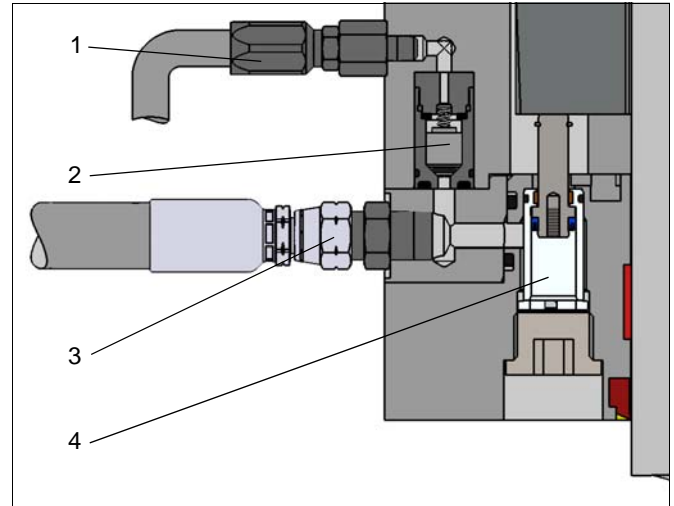

Fig. 4: Dispositivo automatico di sfiato EM MEA-4 integrato nel dispositivo anticaduta tipo K / TA
Per l'unità anticaduta Sitema montata verticalmente fissa, che non scorrono con il carico, il dispositivo automatico di sfiato EM MEA-4 può essere montato come descritto nel disegno Fig. 4
Da parte del cliente deve essere realizzato un raccordo di sfiato dalla connessione E (1) disegno Fig. 4 del dispositivo automatico di sfiato EM MEA-4 che porta ad un recipiente per spurgare la miscela di olio ed aria.